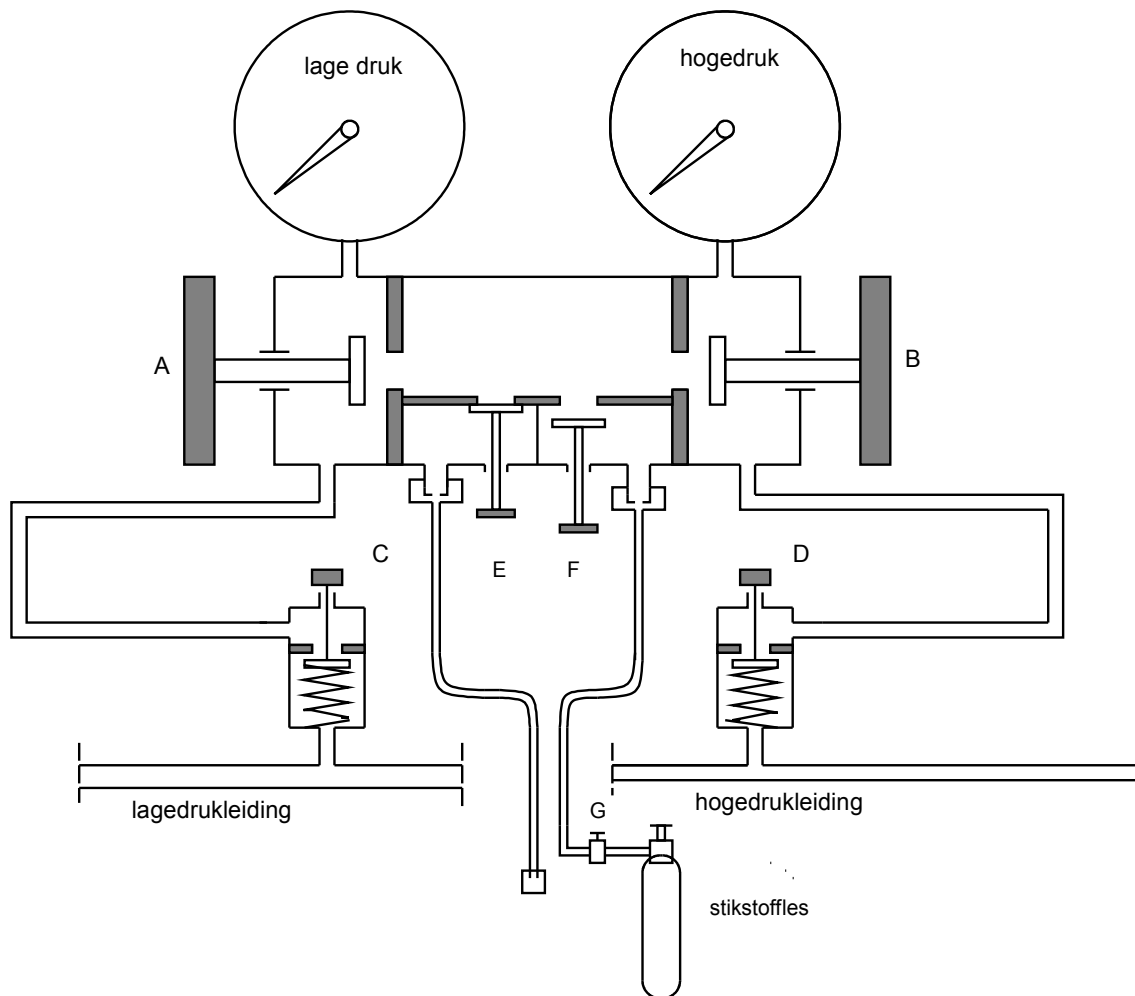

Fig. 8.2
- 3) Sluit de stikstoffles aan op de service-aansluiting van de meterset volgens fig. 8.2